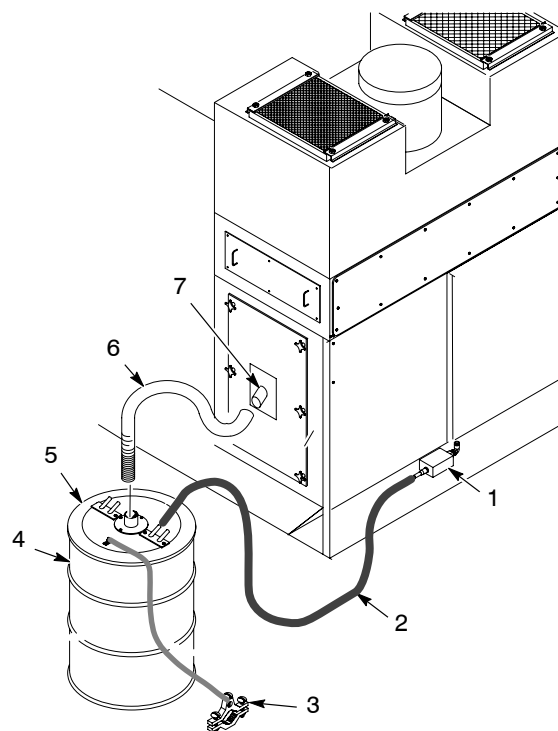

Abb. 12 Anschlüsse am Abfallbehälter
9. Siehe Abbildung 12. Den Schlauch der Pulverzentrum-Abfallpumpe an den Deckel des Abfallbehälters anschließen. Sicherstellen, dass der Entlüftungsschlauch des Abfallbehälters an den Entlüftungsteckanschluss an der Seite des Pulverzentrums angeschlossen ist.
2. Siehe Abbildung 12. Einen Abfalldeckel auf einem leeren 55 Gallonen / 200 l Fass installieren.